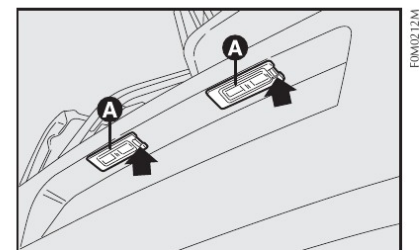
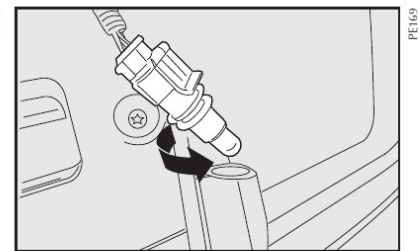

fig. 26
fig. 27
### LUZES DE PLACA - fig. 26 e fig. 27
- Agir no ponto indicado pela seta com uma chave de fenda, cuidando para não arranhar a pintura e remover o grupo transparente **A-fig. 26**;
- Retirar o porta-lâmpada girando-o no sentido anti-horário **fig. 27**;